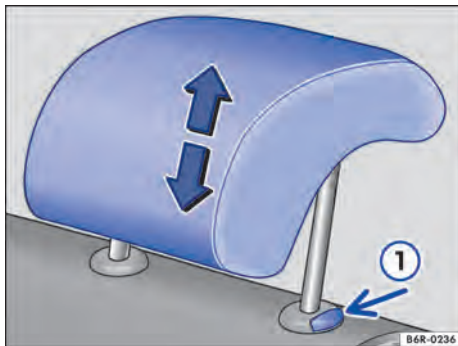

Fig. 32 Desinstalar o apoio para cabeça traseiro.
- Retirar o apoio para cabeça com o botão → Fig. 32 ① pressionado.
- Empurrar o apoio para cabeça para baixo com o botão → Fig. 32 ① pressionado.